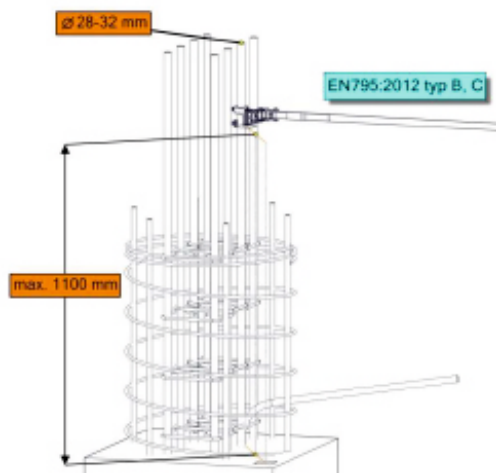

Figura 8. Installazione di funi di ancoraggio orizzontali in combinazione con il punto di ancoraggio AT187
– altezza fino a 1100 mm al di sopra della struttura in calcestruzzo, per tondini con diametro del nucleo nella gamma 28-32 mm. Figura 8
Se si intende utilizzare il punto di ancoraggio assieme ad un sistema di ancoraggio orizzontale conforme alla norma EN795:2012 di tipo B, C (Figura 8), devono essere soddisfatti seguenti requisiti: